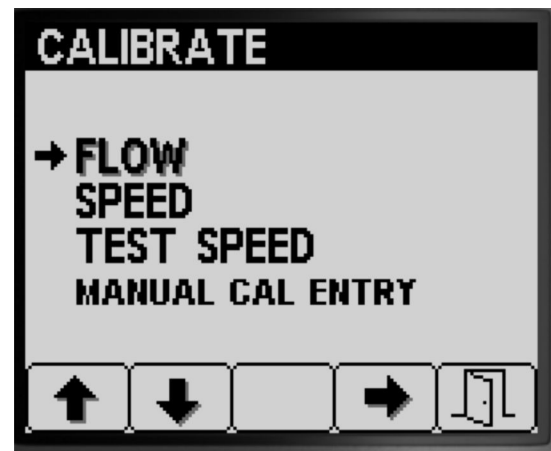

图 41
2. 在 CALIBRATION 校准子菜单上按 1 号或 2 号按钮可导航至 FLOW 流量选项图 41。
3. 按 4 号按钮可选择 Flow 流量校准选项图 41。